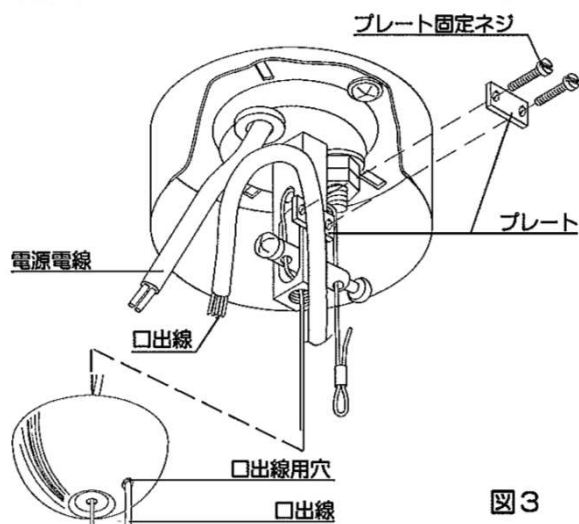

図3
4. 口出線をフランジの口出線用穴に通してプレートではさみ込み、プレート固定ネジを締め込んで固定してください。(図3)
5. 電源電線と口出線を結線します。(図3)